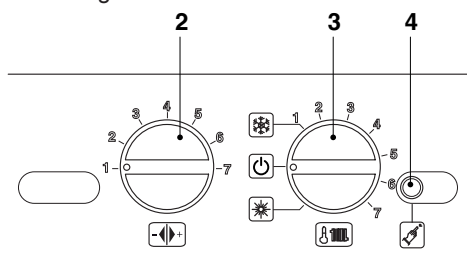

Figura 5.61
- Per uscire dalla programmazione posizionare il selettore di funzione 3 come indicato in Figura 5.61.